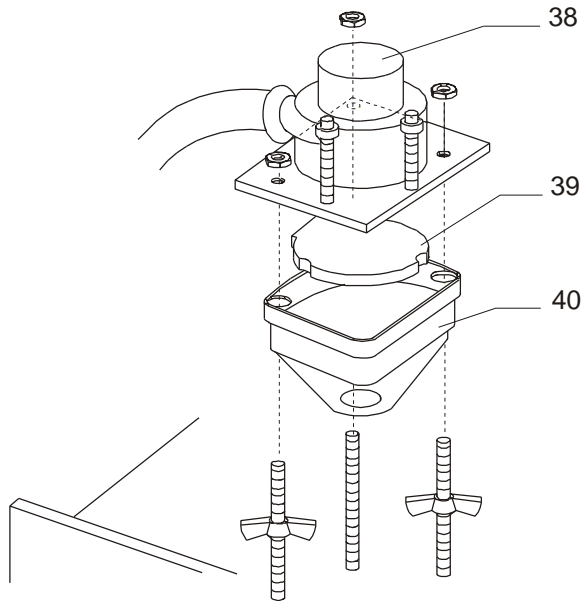

Bild 23: Auffangbehälter
- Auffangbehälter (40) unter Saugaggregat (38) reinigen, Filter (39) auswaschen oder erneuern (Bild 23: Auffangbehälter Seite 21).